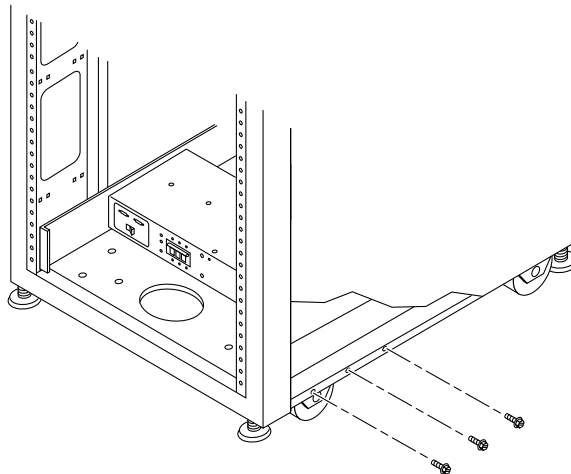

FIGURE 2-5 Retrait des vis de montage
1. Retirez les trois vis de montage sur la partie inférieure droite du système de stockage (FIGURE 2-5).